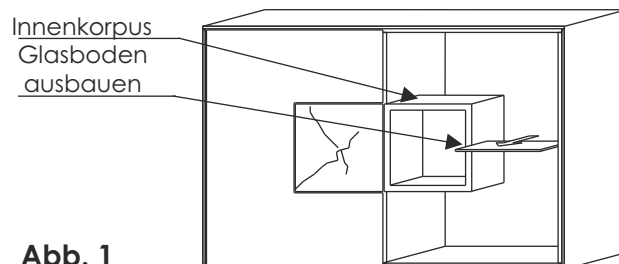

Abb. 1
2. Entfernen Sie die Vitrinenfront und ziehen den Glasboden, der sich neben den Innenkorpus befindet, heraus. (Abb. 1)